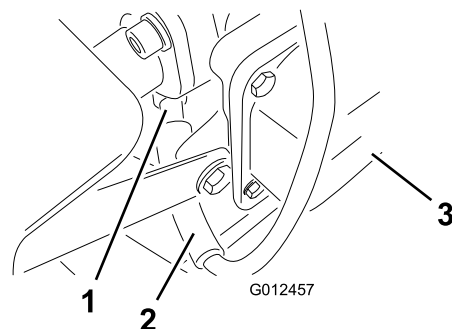

Bild 28
- Klemmen Sie das Zündkabel von der Zündkerze ab (Bild 28).
8. Entfernen Sie die Zündkerze und die Metallscheibe (Bild 28).
3. Schließen Sie den Zündkerzenstecker an die Zündkerze an (Bild 28).